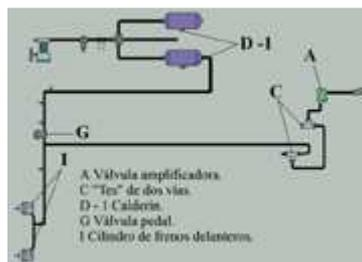

Fig. 48
- Circuito número 1.- Frenos de servicio delanteros del vehículo y emergencia al remolque **(fig. 48)**.
Circuito número 1: freno de servicio delantero del vehículo tractor y emergencia del remolque (fig. 48)